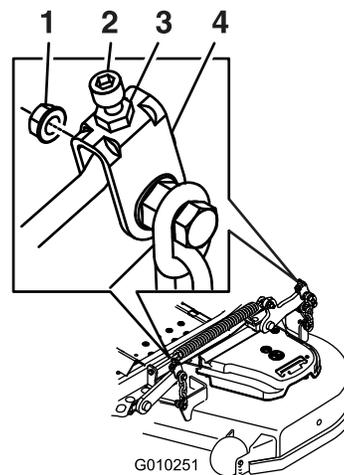

**Figure 85**
9. De chaque côté du tablier de coupe, mesurez la distance entre la surface plane et la pointe avant de la lame (position A). La distance obtenue doit être de 7,6 cm (3 po) (Figure 85).
15. De chaque côté du tablier de coupe, mesurez la distance entre la surface plane et la pointe arrière de la lame (position B). La distance obtenue doit être de 8,3 cm (3 1/4") (Figure 85).